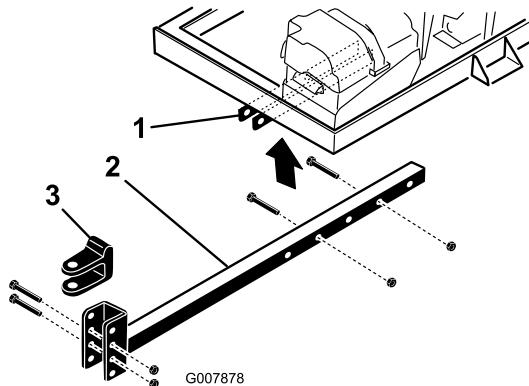

Figure 4
- Insérez le tube d'attelage dans les supports du cadre (Figure 4).